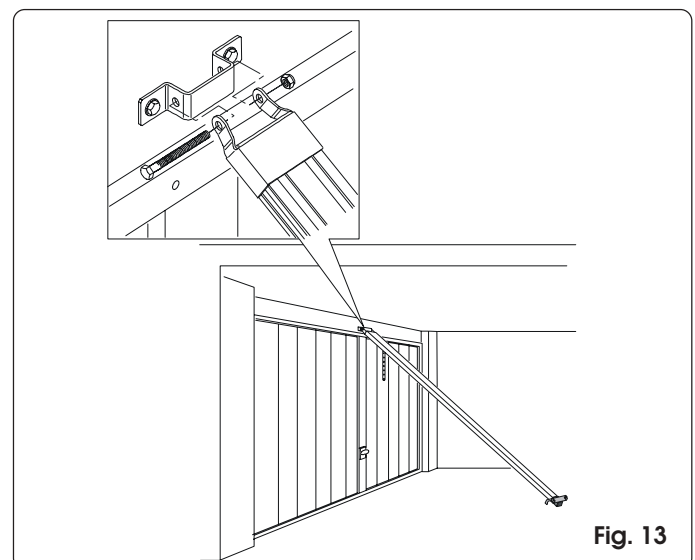

Fig. 13
- 7) Levantar la guía desde el enganche delantero y unir el enganche a la abrazadera de fijación con el tornillo pasante y la tuerca (fig. 13).